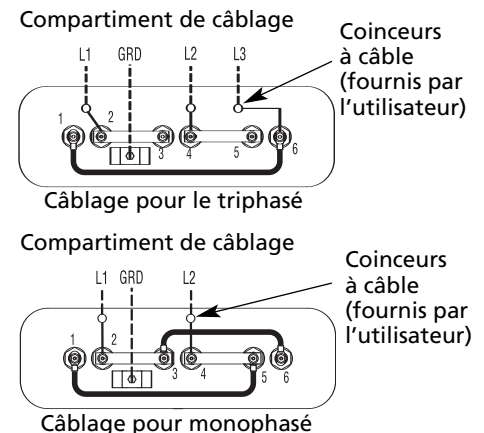

Figure 5 – Schéma de câblage
5. Les points de connexion du radiateur sont situés dans l'enveloppe des bornes dotée de joints d'étanchéité. Pour enlever le couvercle, dévisser ses quatre (4) vis. Enlever le couvercle pour exposer les points de connexion du câblage.
REMARQUE : Tous les radiateurs à trois (3) éléments sont pré-câblés à l'usine pour un fonctionnement delta triphasé. Certains appareils peuvent être convertis vers un fonctionnement monophasé en changeant le câblage. Consulter les « Spécifications » pour les radiateurs convertissables au monophasé. Le schéma de câblage qui convient (Figure 5) est également situé sur la partie inférieure de l'enveloppe.
INSTRUCTIONS POUR UNE CONVERSION SUR LE SITE DU TRIPHASÉ AU MONOPHASÉ (Figure 5)